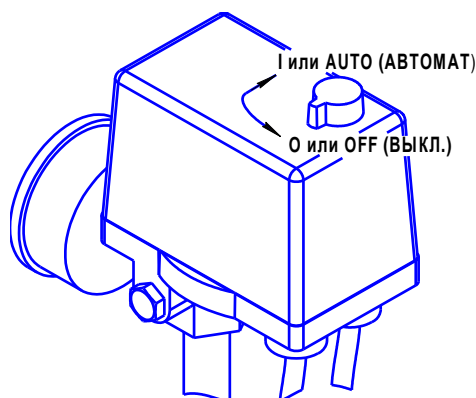

Рисунок 4
- 1 Проверьте, чтобы выключатель на маностате находился в выключенном положении "OFF" или "O", в зависимости от исполнения (см. рисунок 4).
- 1 Выключить компрессор выключателем на маностате. Для этого необходимо переключить выключатель в положение "OFF" или "O", в зависимости от исполнения (см. рисунок 4). После этого остановится электродвигатель и произойдет сброс давления из нагнетательного воздухопровода и поршневого блока.
маностате в положение "OFF" (см. рисунок 4), а затем включите компрессор переключив выключатель в положение "AUTO".